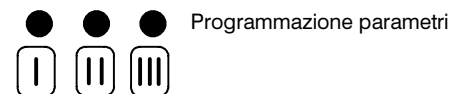

fig. 7.3
- 6 Le spie di segnalazione 3 si accendono fisse (fig. 7.3) : è iniziato il conteggio del tempo disponibile per la programmazione dei parametri.